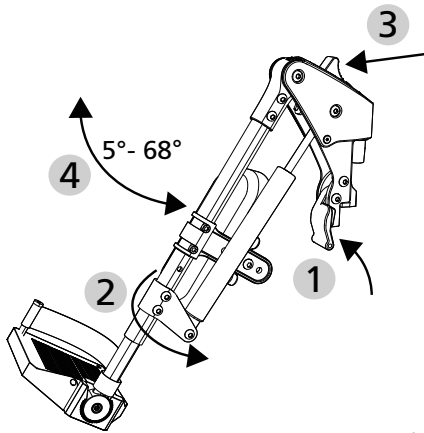

fig.53
For at svinge benstøtten ned skal du skubbe låsarmen fremad og svinge benstøtten til siden og ned (1/2, fig. 53).
1. Tryk gastrykfjederens aktiveringsarm fremad (3/4, fig. 53). Det reducerer knævinklen fra 68° til 5°, så længe aktiveringsarmen holdes.
4. For at forstørre knævinklen skal du trykke aktiveringsarmen fremad og samtidig trykke benstøtten nedad (3/4, fig. 53).